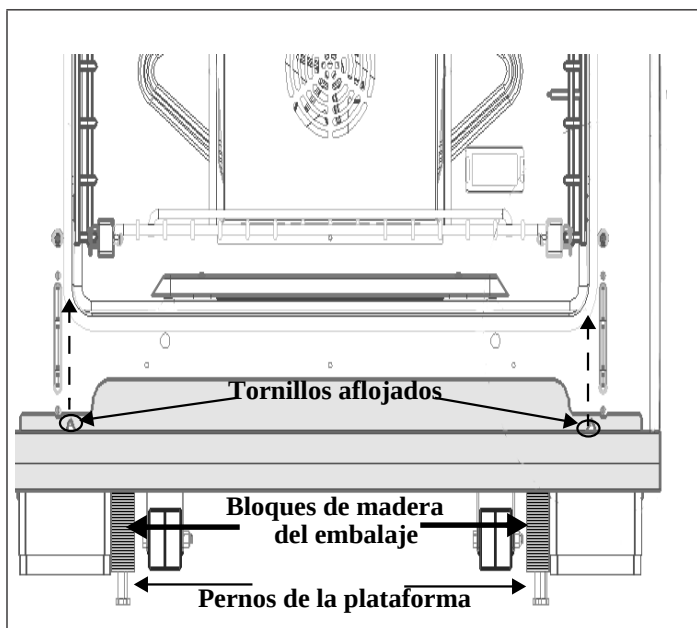

FIGURA 5: ADORNO DE PUERTA, BLOQUES DE EMBALAJE Y PERNO DE LA PLATAFORMA
3. Todas las estufas están sujetadas a la plataforma con cuatro (4) pernos fijados a bloques de madera (vea la Figura 5). Se puede acceder a los dos pernos de la plataforma solamente después de haber quitado el adorno de la puerta, situado debajo de las puertas.